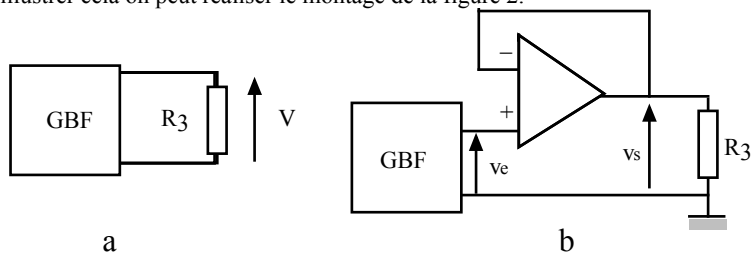

Figure 2
- Lorsque $R_1 \rightarrow \infty$ et $R_2 = 0$ on a $G = 1$, le montage est dit « suiveur » : $v_s=v_e$, ce montage qui est un non inverseur particulier a la propriété d'avoir une très grande impédance d'entrée. Pour illustrer cela on peut réaliser le montage de la figure 2.